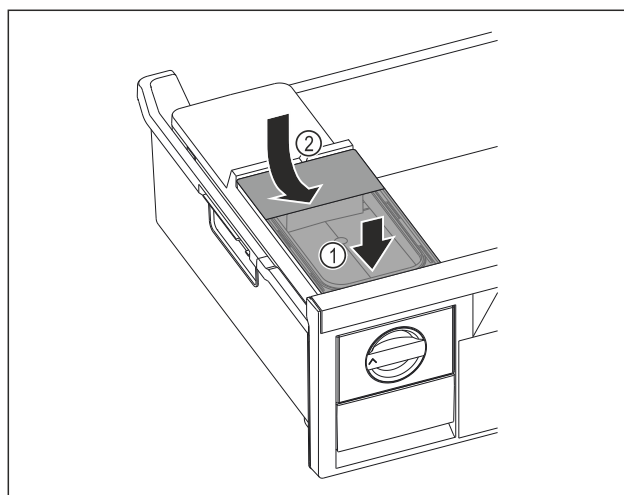

Fig. 73
- ▶ Collegare il serbatoio dell'acqua alla parte anteriore. Fig. 73 (1)
- ▶ Abbassare il serbatoio dell'acqua posteriore. Fig. 73 (2)